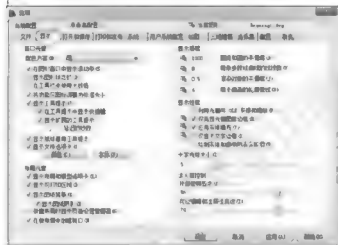
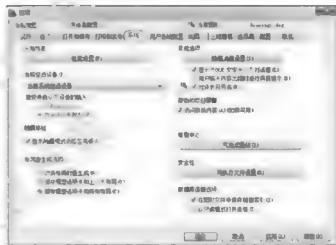

图 2-22
图 2-23
**提示:** 在绘图前一般需要对“显示”和“系统”两个选项卡组中的有关参数进行设置。如图 2-22 所示为“显示”选项卡参数, 该选项卡主要用来设置 AutoCAD 系统的有关特性, 其中“常规选项”参数组主要用来确定是否选择系统配置的有关基本选项。如图 2-23 所示, 为“系统”选项卡参数, 主要用来设置是否显示滚动条、是否显示界面菜单、绘图区域颜色、光标大小、AutoCAD 的版面设置以及各实体的显示精度等。其他选项卡参数在后续章节中再进行详细介绍。